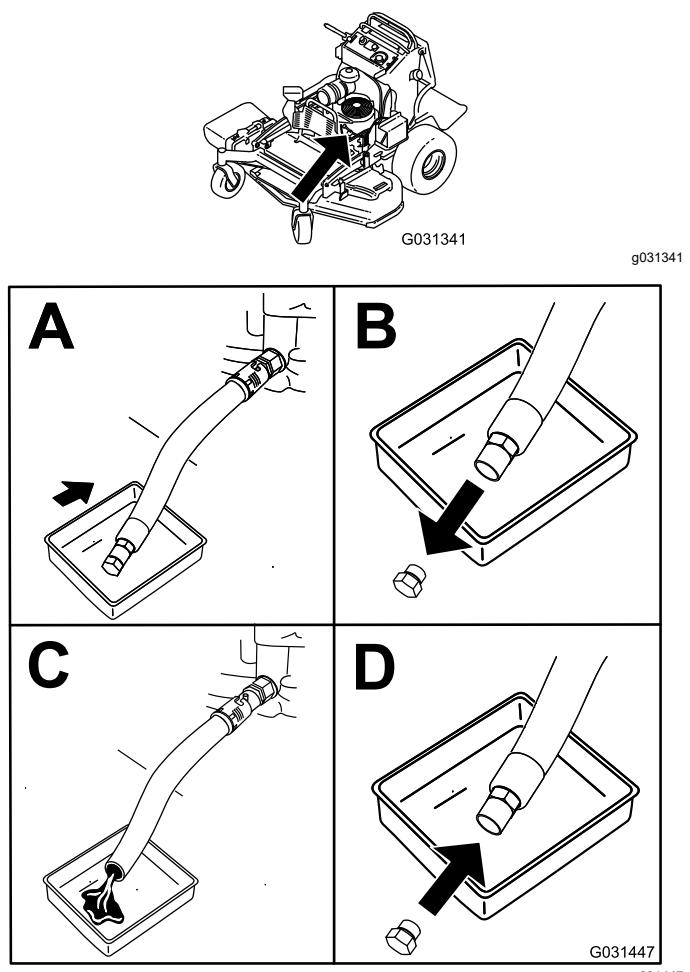

Figura 44
4. Mude o óleo do motor como se mostra na Figura 44.